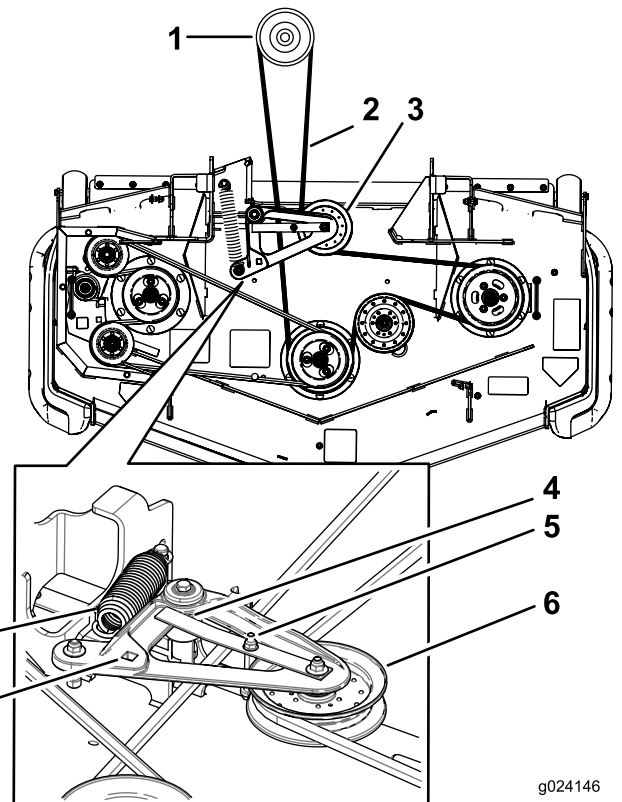

Figura 104
5. Levante la chapa de suelo e introduzca una llave dinamométrica en el taladro cuadrado del brazo tensor de la carcasa (Figura 104).
6. Gire cuidadosamente el brazo tensor de la carcasa de corte en sentido horario, levante la pestaña de la guía de la correa y retire la correa de la carcasa de corte del embrague (Figura 104).